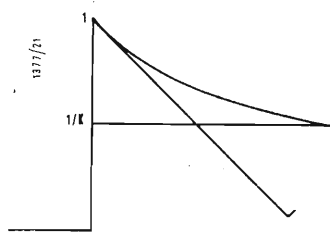

Fig. 20 - Corrente anodica di un tubo avente R_k e C_k sotto l'azione della funzione a gradino.
il cui grafico è indicato in fig. 20. La pendenza della curva a $t = 0$ è:
Il grafico della (9) ha la stessa forma generale di fig. 20.